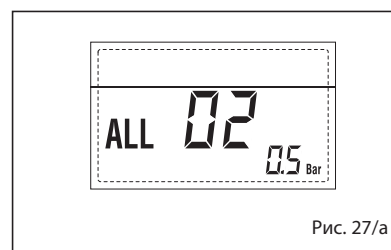

Рис. 27/a
– ТРЕВ. 02 (рис. 27/a)
– ТРЕВ. 06 (рис. 27/с)
– ТРЕВ. 07 (рис. 27/d)
– ТРЕВ. 13 (рис. 27/e)